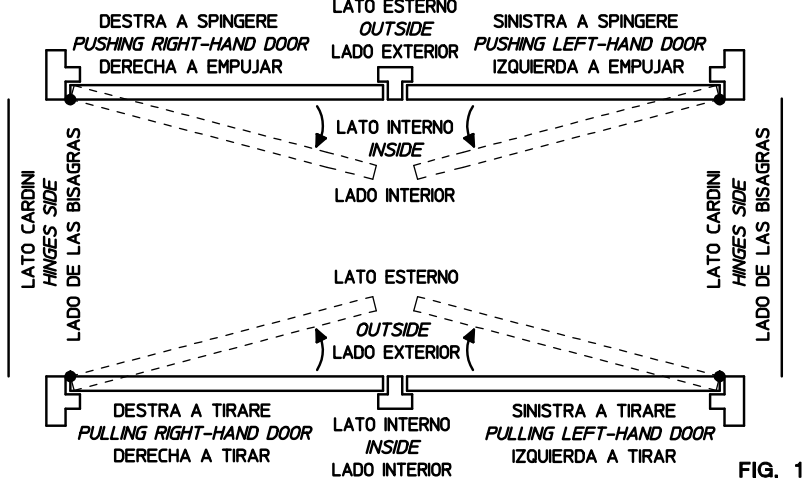

FIG. 1
1. IDENTIFICAR EL SENTIDO DE ABERTURA DE LA PUERTA UTILIZANDO EL ESQUEMA DE **FIG.1** Y UTILIZANDO LA PLANTILLA DE MONTAJE, MARCAR LAS POSICIONES DE LOS TORNILLOS DE FIJACIÓN EN LA PUERTA Y EN EL MARCO Y PREPARAR LAS PERFORACIONES. APAREAR EL BRAZO AL REMACHE COMO INDICADO EN **FIG.2** Y FIJAR LAS DOS PARTES UTILIZANDO LA GOLILLA Y EL TORNILLO EN DOTACIÓN. **NB. EL PRECISO ACOPLAMIENTO ENTRE EL REMACHE DEL CIERRAPUERTA Y EL BRAZO PUEDEN NECESITAR EL USO DE UN MARTILLO.**
1. IDENTIFICARE IL SENSO DI APERTURA DELLA PORTA UTILIZZANDO LO SCHEMA DI **FIG.1** E, SERVENDOSI DELLA DIMA DI MONTAGGIO, MARCARE LE POSIZIONI DELLE VITI DI FISSAGGIO SULLA PORTA E SULLO STIPITE E PREPARARE I FORI.